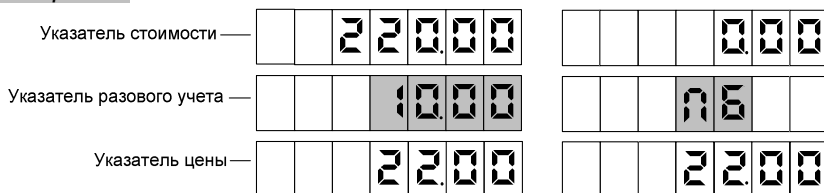

Рисунок 6
8.2 Для выдачи топлива необходимо задать дозу с системы управления. Когда устройство будет готово к отпуску топлива, в средней строке табло мигающими символами отобразится величина *заданной* дозы, а в случае отпуска "до полного бака" – символы "ПБ" (рисунок 6). Это дает клиенту удобный способ определить, когда можно начать заправку, а также убедиться, что задано именно то количество топлива, которое он заказывал.